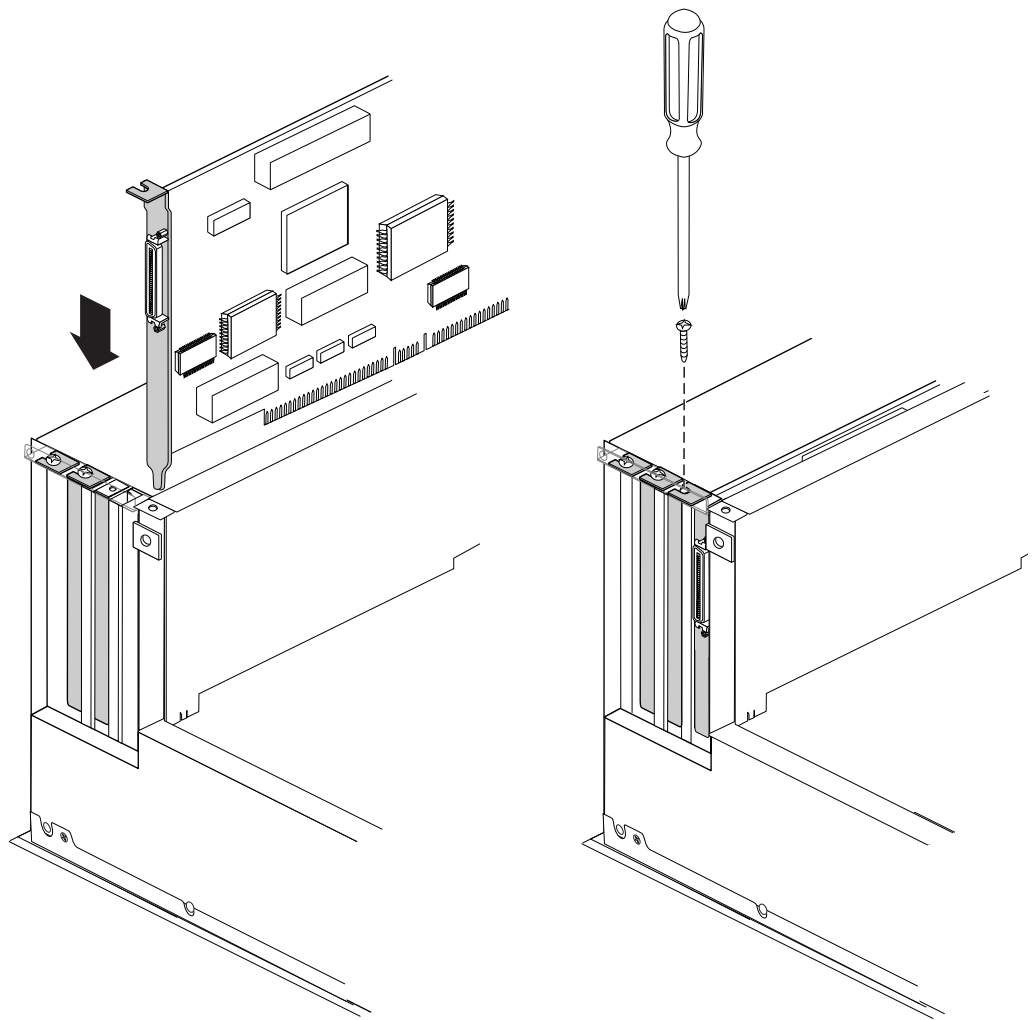

Figure 6-4 Insertion d'une carte PCI supplémentaire
- Alignez le connecteur en bas de la carte PCI sur l'emplacement, comme illustré à la Figure 6-4.
- Enfoncez la carte dans l'emplacement jusqu'à ce qu'elle soit en place (voir Figure 6-4).
- Serrez la vis qui fixe la carte PCI supplémentaire au châssis, comme indiqué à la Figure 6-4.